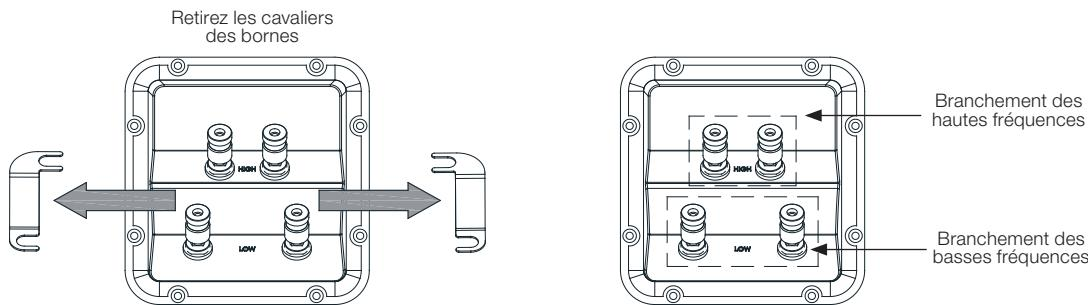

Figure 9
3. Branchez la paire marquée « HF » à l'entrée « HF » de l'enceinte et la paire marquée « LF » à l'entrée « LF ». (Figure 9)
4. Avant d'installer l'enceinte qui sera bicâblée ou bi-amplifiée, retirez les deux cavaliers plaqués or de la cavité des bornes en dévissant les bornes. Rangez les cavaliers soigneusement pour une utilisation future. Assurez-vous de serrer les bornes des fils BF et HF. (Figure 9)